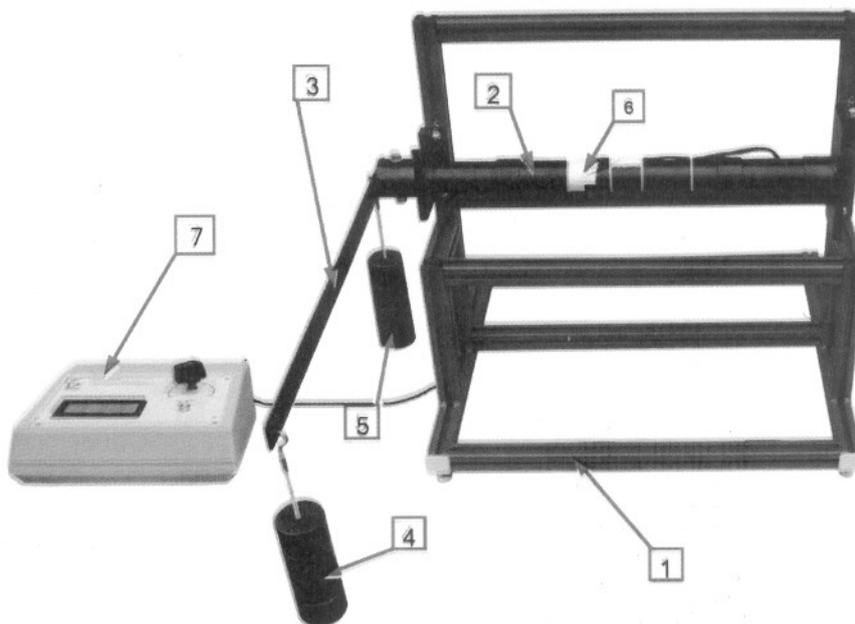

Рисунок 1
4.1 Конструктивно стенд выполнен в виде сборного основания 1 (рисунок 1), на кронштейне которого правым концом жестко закреплен цилиндрический стержень 2. На левом конце стержня установлен кронштейн 3, который можно нагружать грузом 4 (кручение) и грузом 5 (изгиб). В центральной части стержня установлены тензорезисторы 6, позволяющие измерять напряжения деформации стержня. Для отображения показаний весового датчика служит измерительный прибор 7.